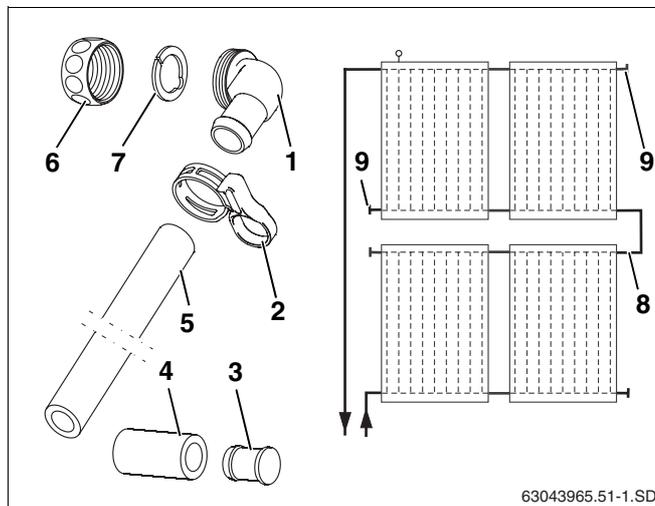

Fig. 39 Représentation schématique et contenu de livraison
Le kit de raccordement (fig. 39, **pos. 8**) qui assure la connexion de deux rangées de capteurs est disponible comme accessoire. Les sorties supplémentaires non utilisées sont obturées à l'aide de bouchons pleins (fig. 39, **pos. 9**).
Contenu de livraison (fig. 39)